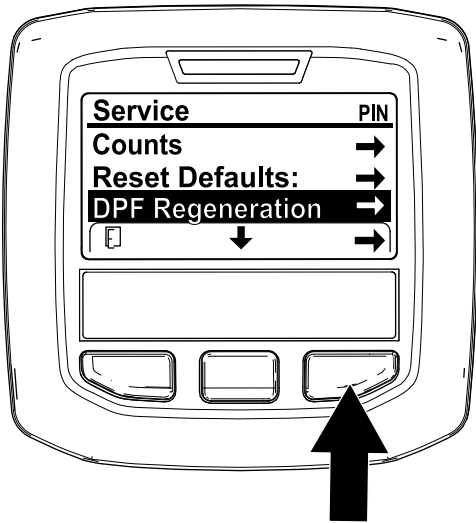

Figura 39
1. Aceda ao menu de manutenção, pressione o botão central para se deslocar para a opção REGENERAÇÃO DO DPF (Figura 39).
2. Pressione o botão direito para seleccionar a entrada Regeneração do filtro de partículas de gasóleo (Figura 39).